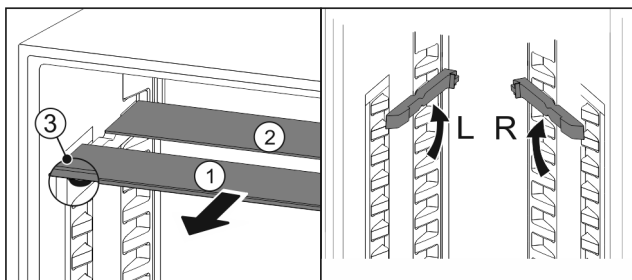

Fig. 137
- Glasplaten afzonderlijk vanaf de voorkant eruit trekken Fig. 137 (1).
- Glasplaat Fig. 137 (1) met sierlijst licht voor.
- Stops Fig. 137 (3) zijn naar onder gericht.